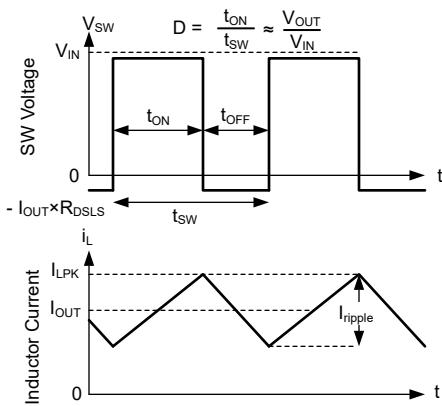

図 7-10. 連続モード (CCM) における SW 電圧とインダクタ電流の波形
TPSM656x0 の以下の動作の説明は、セクション 7.2 と 図 7-10 の波形を参照しています。両方とも、内蔵ハイサイド (HS) およびローサイド (LS) NMOS スイッチを各種デューティサイクル (D) でオンにすることで、制御された出力電圧を供給します。HS スイッチのオン時間の間、SW 端子の電圧 (V_{SW}) は V_{IN} の付近までスイングし、インダクタ電流 (i_L) は線形的な傾きで増加します。HS スイッチは、制御ロジックによってオフにされます。HS スイッチのオフ時間 (t_{OFF}) の間、LS スイッチはオンにされます。インダクタ電流は LS スイッチを通して放電され、LS スイッチの両端の電圧降下によって V_{SW} をグランドより低い電圧まで強制的にスイングさせます。一定の出力電圧を維持するため、レギュレータループはデューティサイクルを調整します。D は、HS スイッチのオン時間をスイッチング周期で割った値として次のように定義されます。 $D = T_{ON} / (T_{ON} + T_{OFF})$ 。